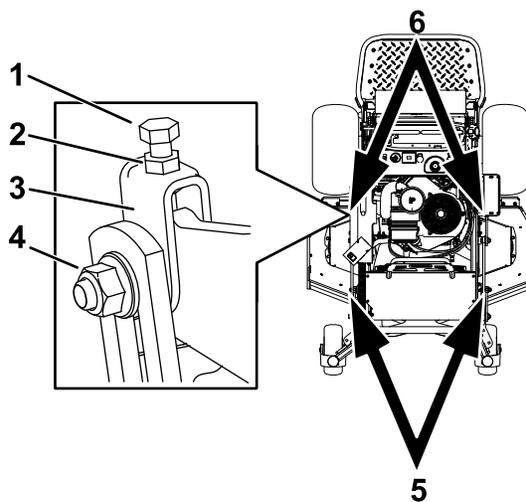

Рисунок 97
1. Ослабьте затяжку контргайки и бокового болта в вилках, которые вы хотите отрегулировать (Рисунок 97).
2. Для регулировки высоты деки газонокосилки поверните верхние болты вилок (Рисунок 97).
5. Если результат измерения неправильный, найдите 2 передние вилки на машине (Рисунок 97).